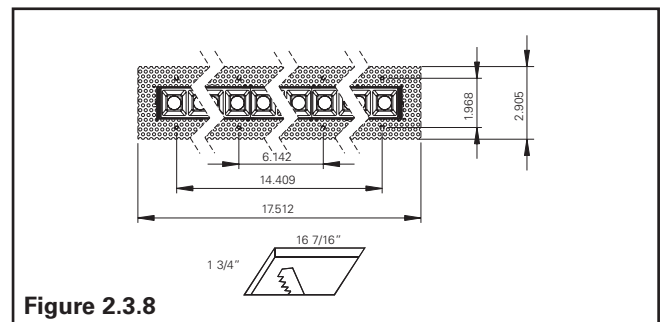

Figure 2.3.8
- 15 Light Engine: 1-3/4" X 16-7/16" (Figure 2.3.8)
- 15 moteurs lumineux : 44,5 x 417,5 mm (1-3/4 x 16-7/16 po) (Figure 2.3.8)